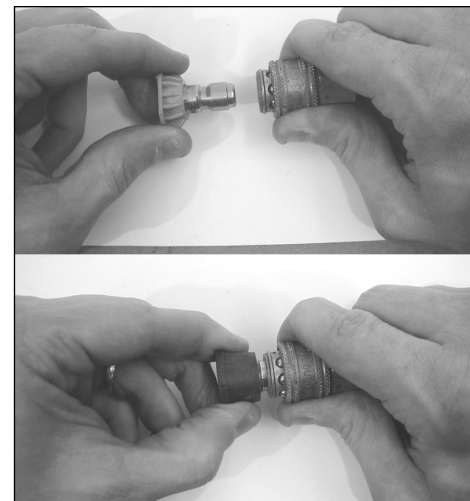

Figure 7 - La buse de raccord rapide
7. Installez la buse de raccord rapide, s'il y a lieu (voir la figure 7).